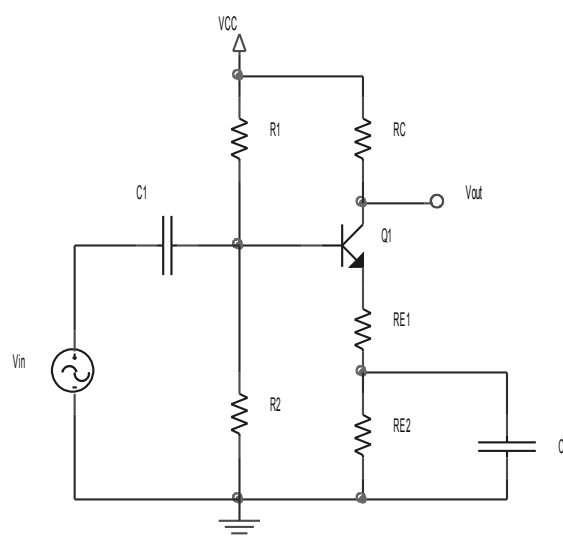

Figura 1
Objetivo: Diseñar un amplificador de una etapa basado en un transistor BJT (ver Figura 1) de acuerdo a las siguientes especificaciones:
- En el amplificador de la Figura 1 durante la práctica se probará el efecto de desacoplar totalmente la resistencia de emisor. ¿Cómo espera que cambien las características del amplificador? ¿Por qué?